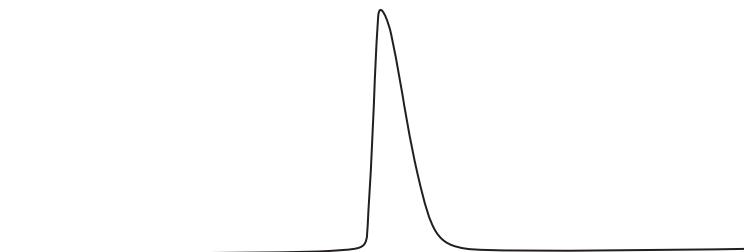

图 2 快速上升
- 2 峰前半部分上升得很快，后面落向基线的部分很正常（图 2）。